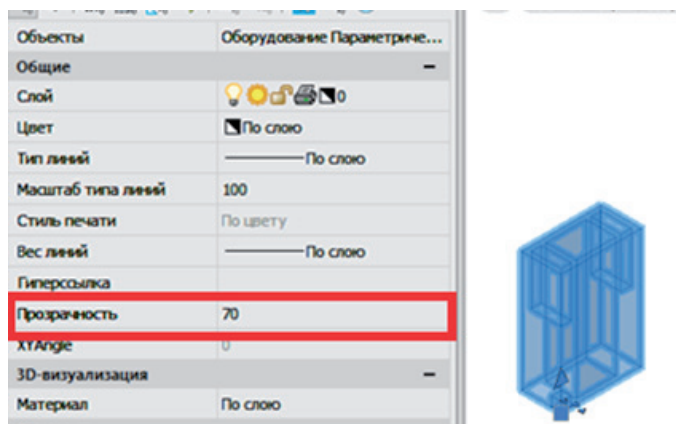

Рис. 23. Панель *Свойства* платформы nanoCAD
- переходим в панель *Свойства* платформы nanoCAD (рис. 23). Вызвать панель можно сочетанием клавиш *Ctrl+I*;